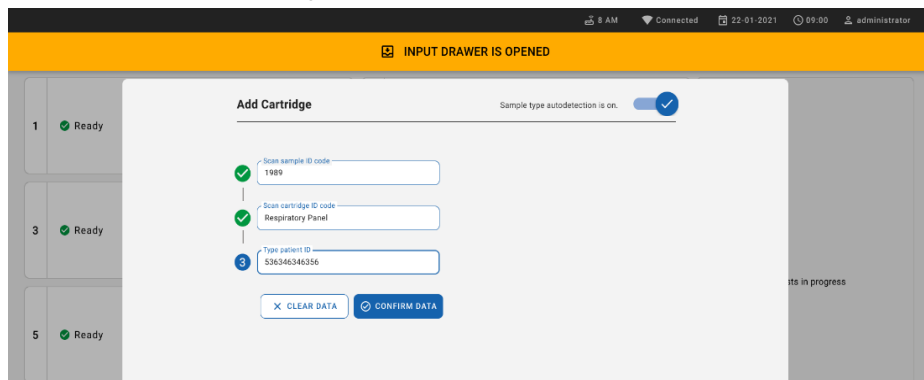

Figure 58. Saisie de l'ID du patient.
9. Saisissez l'ID du patient (le paramètre ID du patient doit être réglé sur **on** [activé]), puis confirmez les données (figure 58).